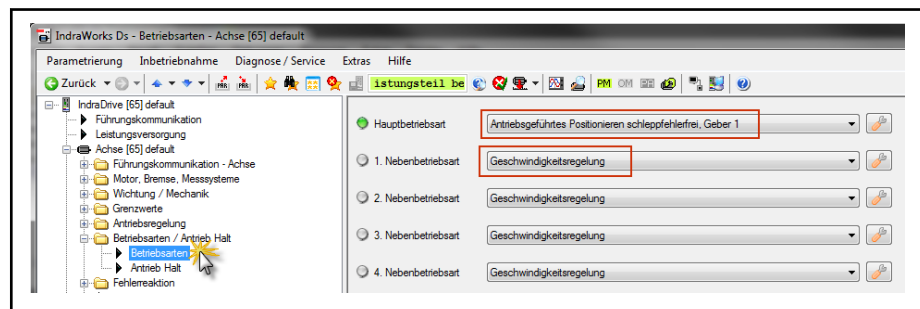

Abb. 6-115: Parametrierung der Betriebsarten mit IndraWorks Ds
3. Im IndraWorks Ds Betriebsarten parametrieren wie in Abb. 6-115 "Parametrierung der Betriebsarten mit IndraWorks Ds" auf Seite 372 gezeigt.